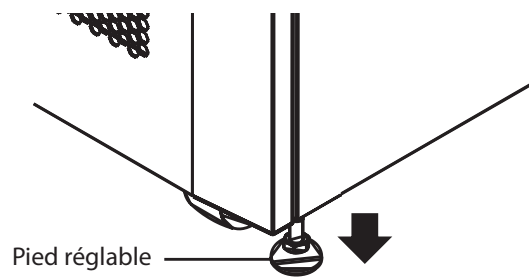

Figure 4.5
5. Une fois l'onduleur dans sa position finale, faites tourner les pieds réglables dans le sens horaire, afin de les abaisser sous le niveau des roulettes et maintenir l'onduleur en place (Figure 4.5). Ne laissez pas l'onduleur reposer sur les roulettes de façon permanente.